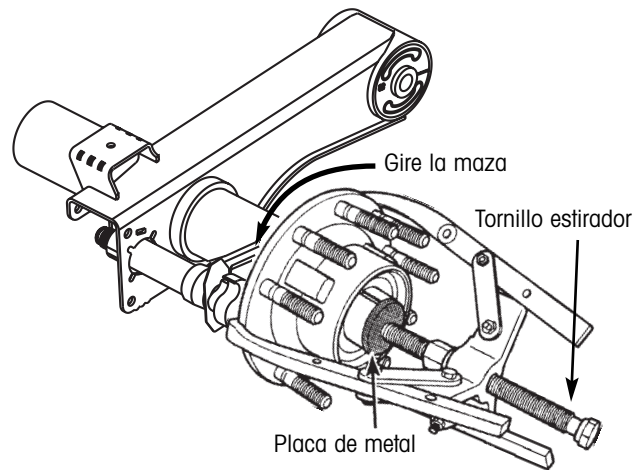

Figura 76. Removiendo la maza con un estirador
- a. Instale una placa de metal entre el tornillo estirador y el extremo de la espiga (figura 76).
- b. Mientras mantiene el tornillo estirador estacionario, gire la maza para removerla del eje (figura 76).